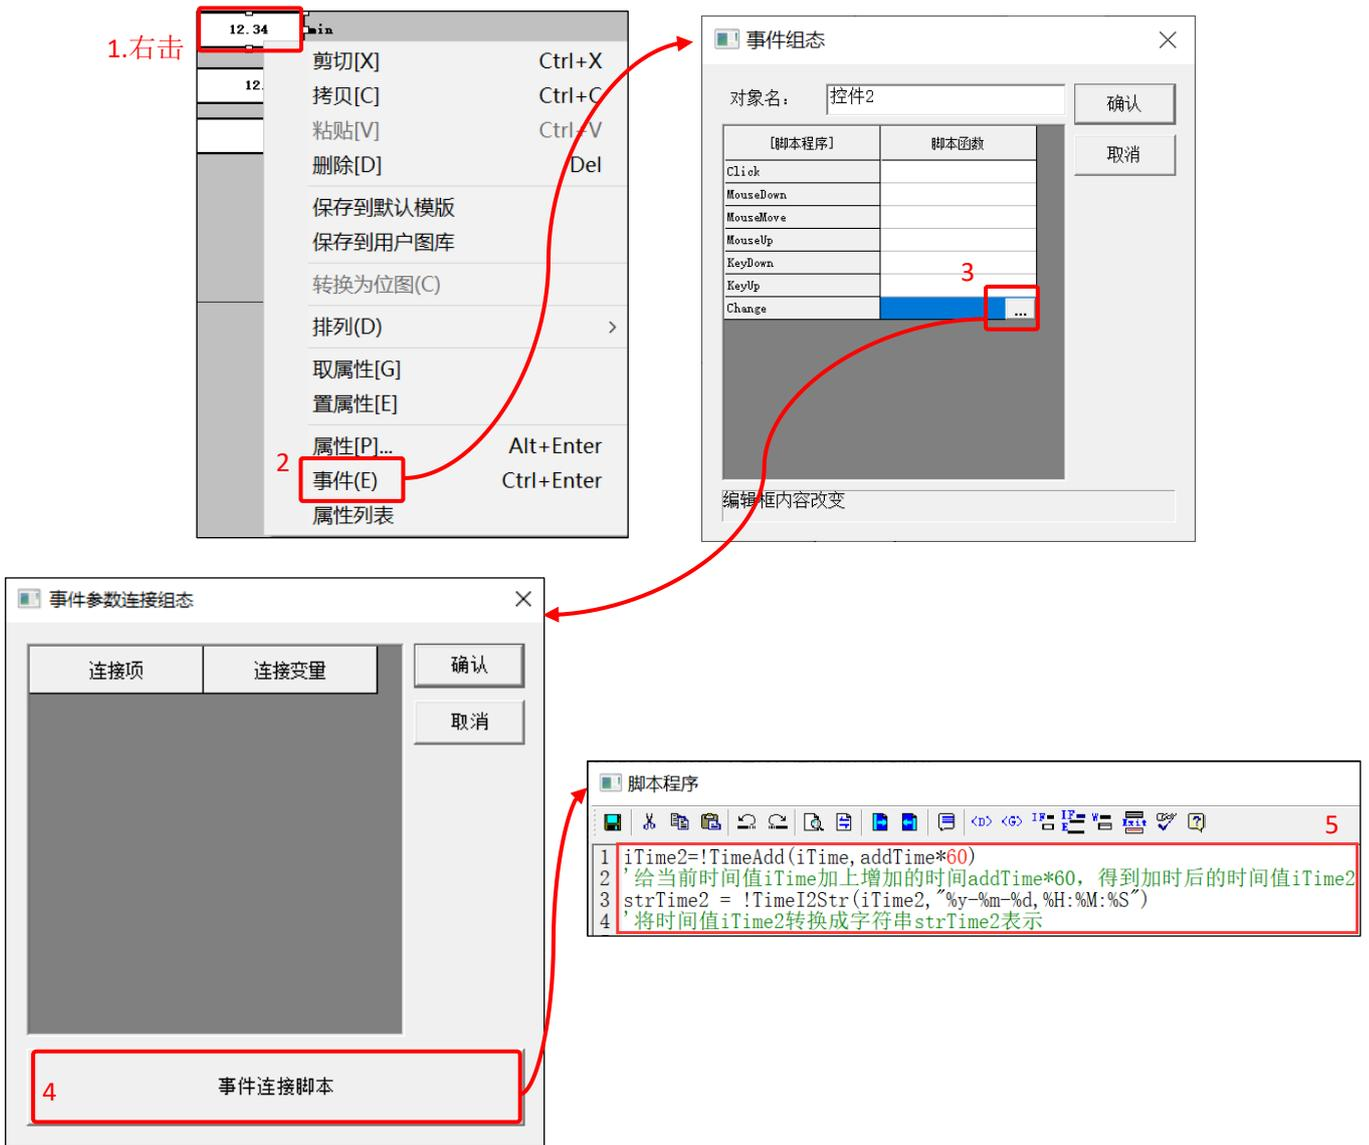

图 11.5-6 设置输入框构件事件脚本
- ⑤ 给输入框添加事件脚本，实现功能：当输入框内容发生变化时，执行脚本给当前时间值加上增加的时间，得到加时后的时间值，并转换成字符串表示。设置步骤如图 11.5-6 所示。